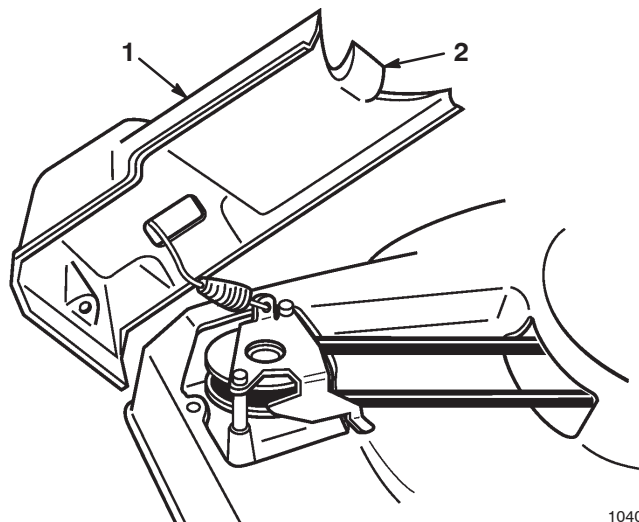

Figure 86
1. Retirer la vis, faire glisser la garde de courroie vers l'arrière et décrocher la languette le maintenant sur l'avant du carter de la tondeuse. Basculer le couvercle sur le côté et nettoyer les débris (Fig. 86) du dessous de la garde de courroie et de la gorge de la poulie.